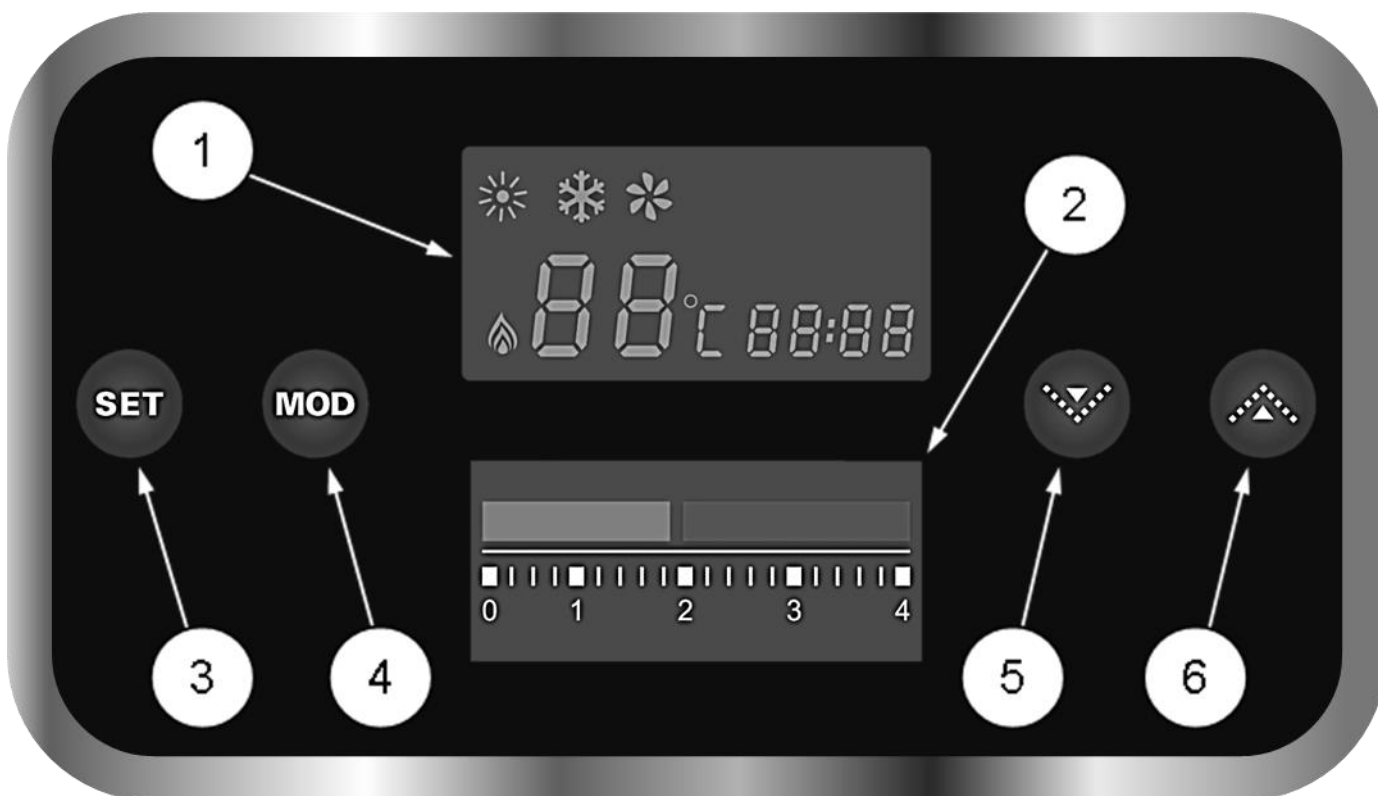

Рис. 37 Панель управления котлом
На передней панели котла расположена панель управления (См. Рис. 37).
- Проверьте по манометру (См. Рис. 37) на панели управления котлом давление теплоносителя (ОВ) в котле и СО.